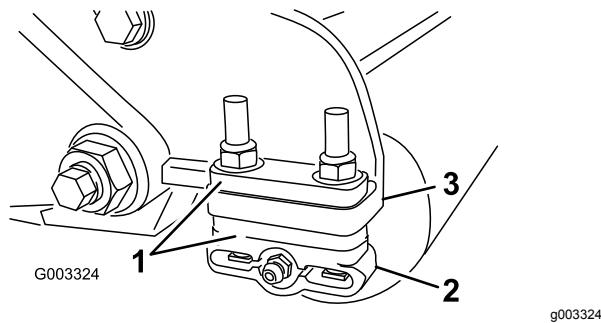

Bild 11
1. Stellen Sie die Halterungen der Heckrolle (Bild 11) auf den gewünschten Schnitthöhenbereich ein: Legen Sie die benötigte Anzahl von Distanzstücken unter den Montageflansch der Seitenplatte (Bild 11), siehe Schnitthöhentabelle (Seite 13).